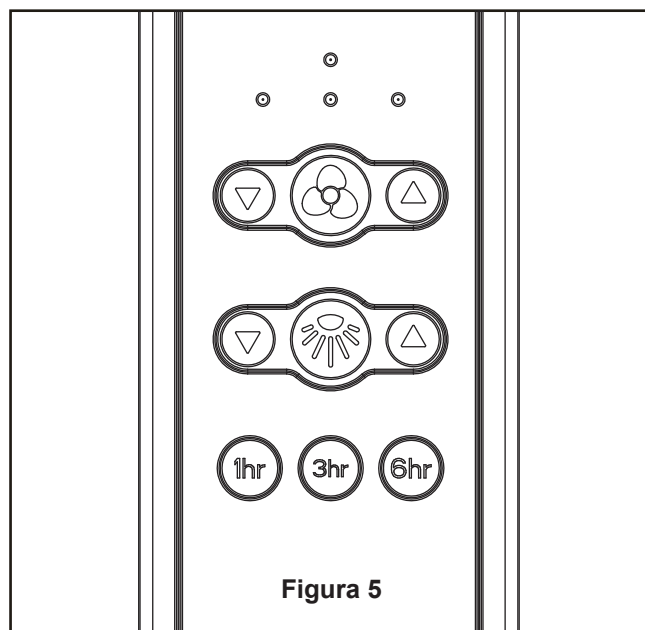

Figura 5
- ☐ 4. Una vez realizadas las conexiones, los cables deben ser colocados de forma extendida poniendo el conductor de la toma de tierra y el conductor de toma de tierra del equipo a un lado de la caja, colocando el conductor sin toma de tierra en el otro lado de la caja, luego gire los conductores hacia arriba y, con cuidado, colóquelos dentro de la caja de salida; con los conductores blancos y verdes hacia un lado y los conductores negros hacia el otro. (Figura 5)
- ☐ 5. Instale la ensamble de kit de luz en el carcasa del interruptor usando las dos ranuras principales de la ensamble de kit de luz. Vuelva a colocar el tercer tornillo y fije los tres tornillos. (Figura 5)
- ☐ **5. Funciones del control remoto: (Figura 5)**